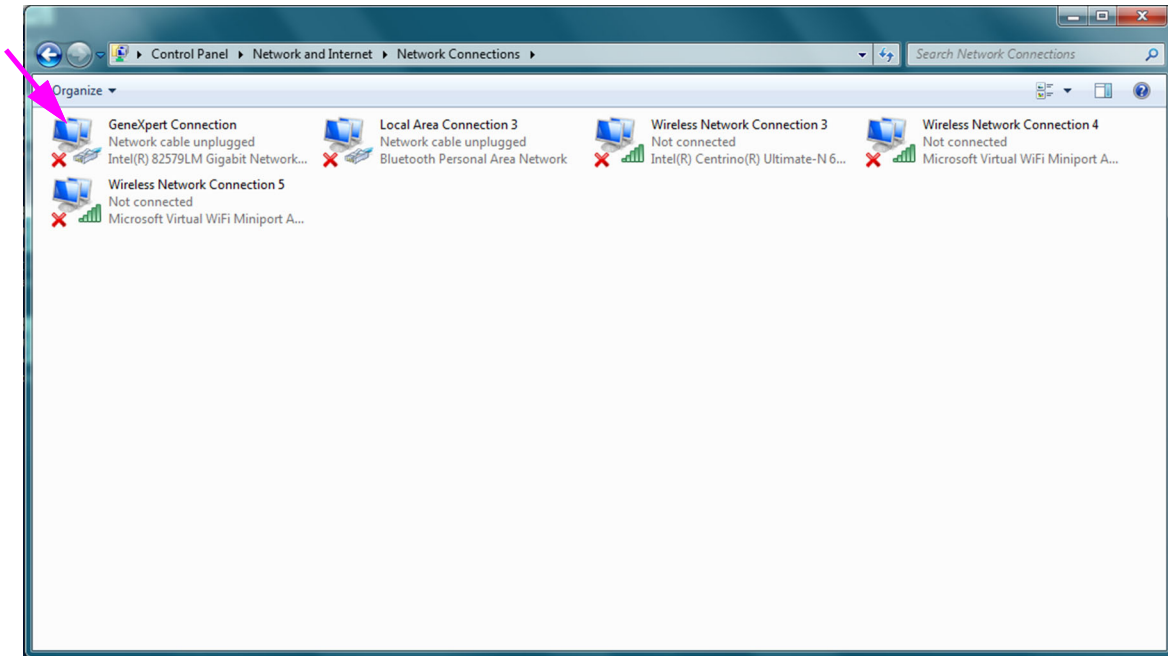

Figura 2-39. Pantalla Network Connections (Conexiones de red)
5. Haga clic en **Change adapter settings (Cambiar configuración del adaptador)**. Aparece la ventana **Network Connections (Conexiones de red)**. Consulte la figura 2-39.